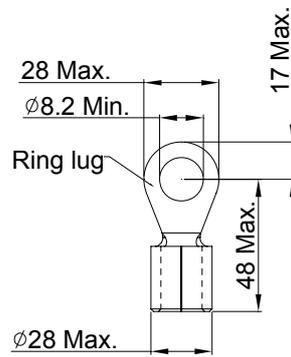

Figure 1.
5. 若使用者需要自行使用环状端子, 端子规格如下图一(Figure 1)所示